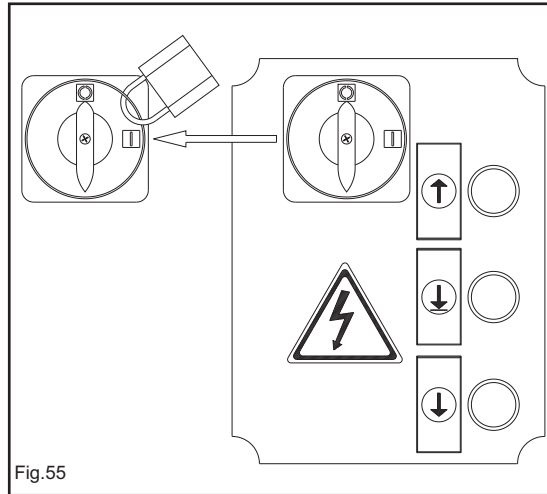

Fig.55
- l'interruttore generale sul quadro deve essere bloccato **IN POSIZIONE "0"** mediante un **LUCCHETTO** (Fig.55).
- the main switch on the control box must be locked in **POSITION "0"** by using a **LOCK** (Fig.55).